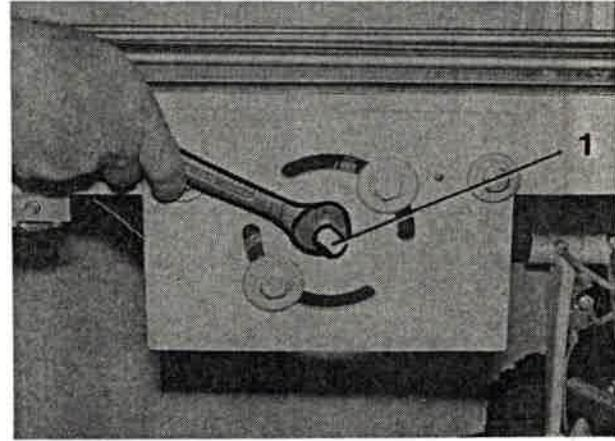

Bild 117
4. Zu beiden Seiten gleichzeitig die Spannvorrichtung (Bild 117/1) entsprechend so drehen, bis die vorgeschriebene Spannung erreicht ist.